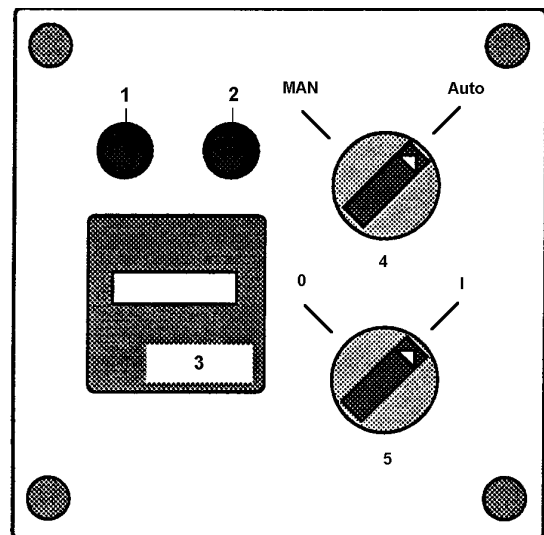

Fig.10
Nachdem der Warmlufterzeuger an das elektrische Netz angeschlossen worden ist, sollte die grüne Kontrollampe (1) am Schaltschrank aufleuchten. Sollte dies nicht der Fall sein, lesen Sie bitte unter Punkt 5 Störungssuche weiter (Fig.10).
A. Der Brennerschalter (5) wird auf "I" gestellt (Fig.10).
Lorsque le générateur est raccordé électriquement, le témoin 'vert' sur le boîtier de contrôle s'enclenchera (fig. 10). Si ce n'est pas le cas consulter le chap. 5 'Dépannage'.
A. L'interrupteur du brûleur (5) est placé en position "I" (fig. 10)
When the warm air heater is connected to current the green control light (1) in the control panel will light. If not, see paragraph 5: „Fault Finding“ (fig. 10).
A. The burner breaker (5) is put in position „I“ (fig. 10).